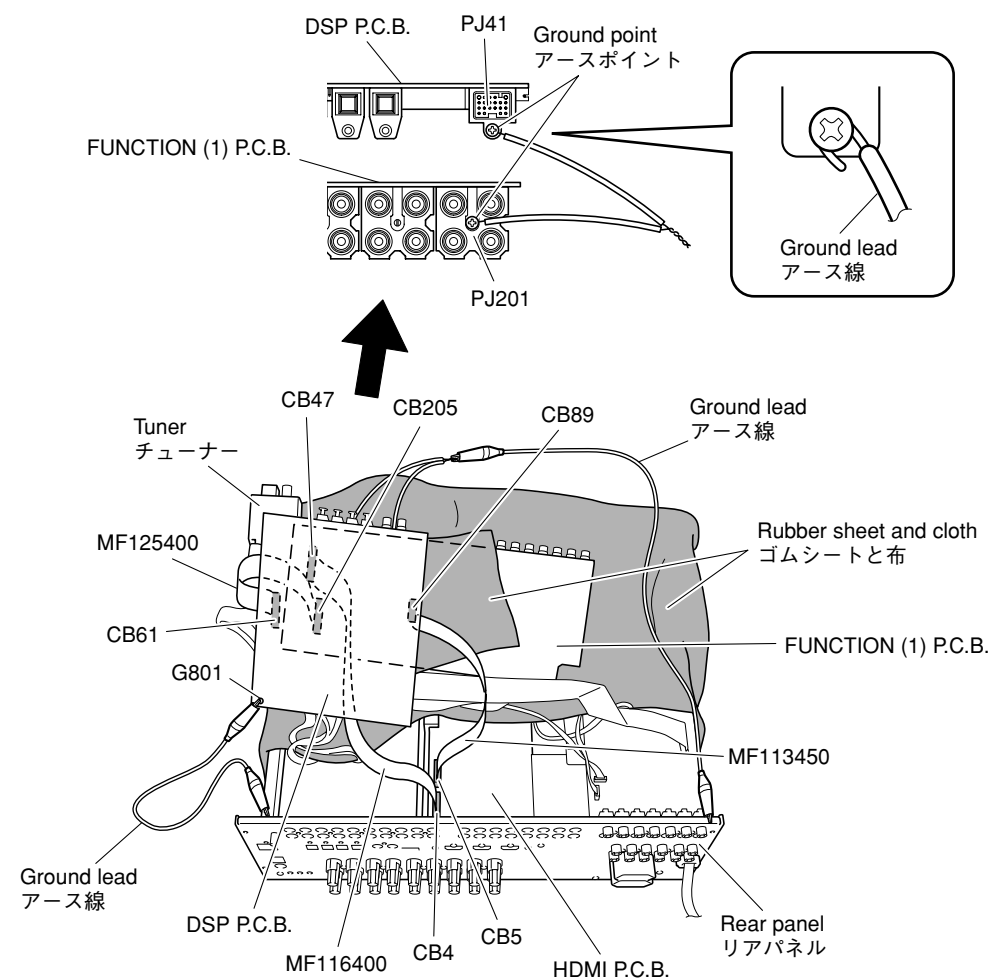

Fig. 5
- Put the rubber sheet and cloth over the equipment. Then place the P.C.B.s upside down on the cloth and check it. (Fig. 5)
When these P.C.B.s are removed from the rear panel and chassis, connect the ground point to the rear panel or chassis, using a ground lead or such. (Fig. 5)
- 本機の上にゴムシートと布を敷き、その上にP.C.B.を裏返しに置いてチェックします。(Fig. 5)
これらのP.C.B.をリアパネルおよびシャーシより取り外した場合は、リード線等でアースポイントをリアパネルまたはシャーシに接続してください。(Fig. 5)